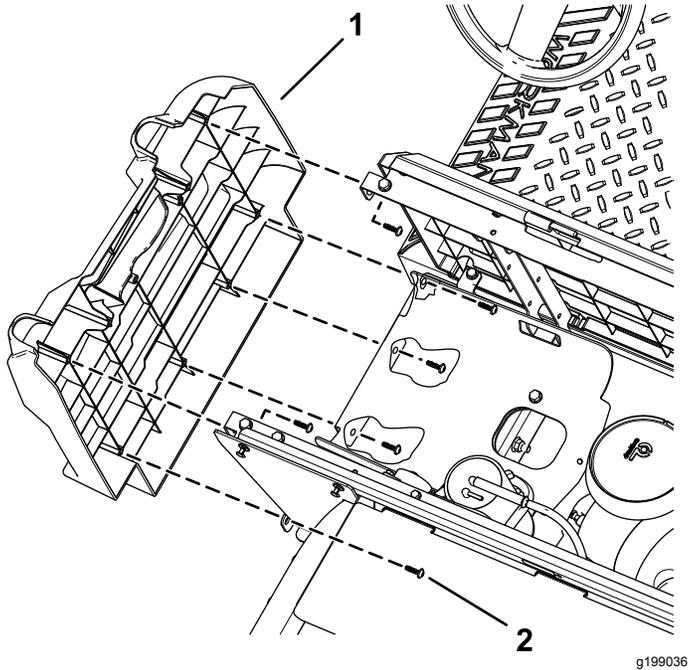

Figura 9
- Utilice una llave dinamométrica T30 para retirar los 6 tornillos torx (M6,0 x 22 mm) del panel izquierdo y extra dicho panel (Figura 9).